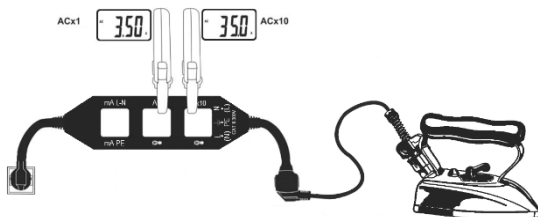

Imagen 2
4. Lea los valores de la corriente del conducto en el aro Ax1 o divida el valor leído del aro Ax10 entre 10 (véase imagen 2).